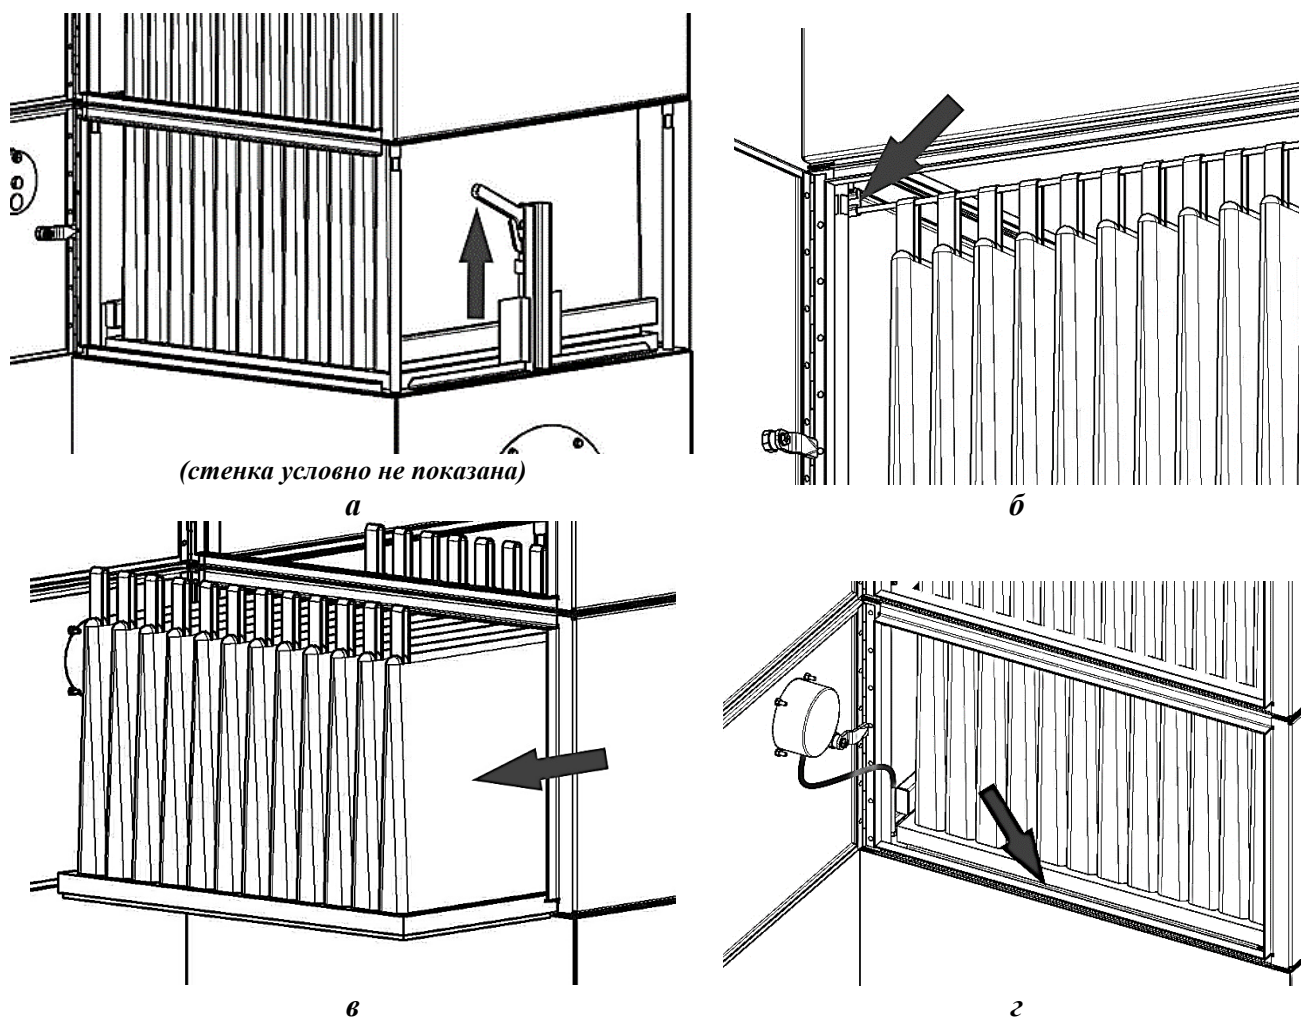

Рисунок 11 — Замена карманного фильтра BFME-31
- 2) освободить рамку фильтра, подняв рукоятки зажимов (рисунок 11а);
- 3) вынуть из скоб кронштейнов штанги, поддерживающие карманы фильтра внутри камеры (рисунок 11б);
- 4) сложить фильтр вдвое и извлечь его из камеры (рисунок 11в);
- 8) расположить рамку фильтра симметрично нижней раме камеры и проконтролировать равномерность прилегания уплотнения (рисунок 11г). Зафиксировать рамку прижимами, опустив рукоятки прижимов до упора;